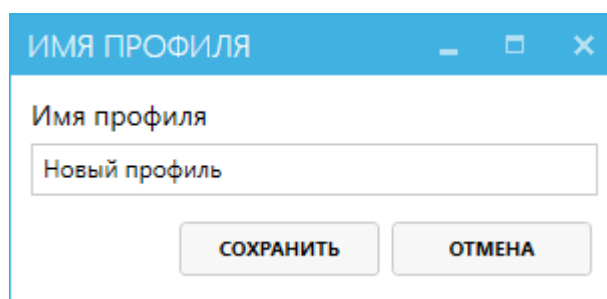

Рисунок 29 — Окно задания имени профиля
- б) в открывшемся окне «Имя профиля» ввести название профиля и нажать кнопку «Сохранить» (см. рисунок 29).
- в открывшемся окне ввести название профиля и нажать кнопку «Сохранить» (см. рисунок 29);